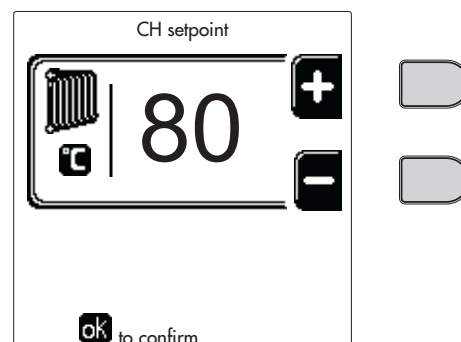
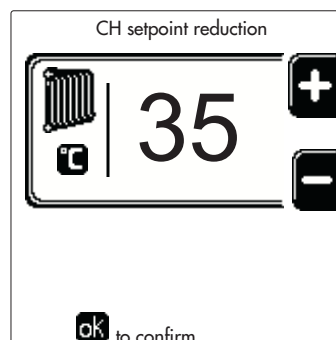
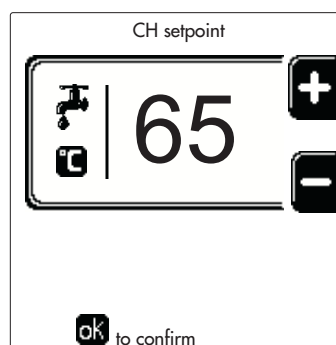
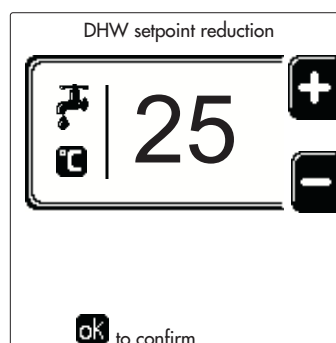

рис. 13
рис. 14
рис. 15
рис. 16
- **ВКЛ.** В случае запроса на отопление/ГВС котел работает с заданной температурой регулировки отопления/ГВС (рис.13/рис. 15).
- **Пониженная температура.** В случае запроса на отопление/ГВС котел работает на пониженной температуре регулировки. Пониженная температура получается вычитанием значения "Понижение температуры регулировки" (рис.14/рис. 16) из значения заданной "Температуры регулировки" отопления/ГВС (рис. 13/рис. 15).